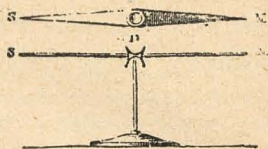

Fig. 191.—Aguja imantada.
**3. Aguja imantada.**—Una aguja imantada (fig. 191) colocada en su parte media sobre un eje, se orienta en una dirección constante que poco más ó menos es la dirección de N. á S.